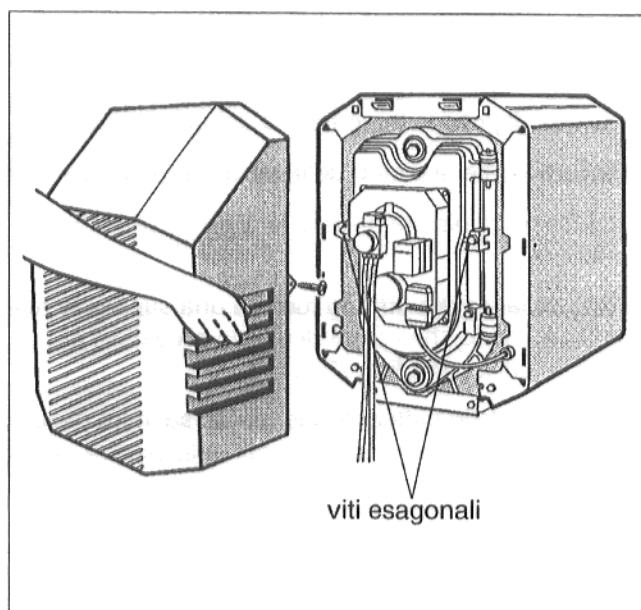

Fig. 30
- Svitare le viti esagonali (Fig. 30) a destra e a sinistra della porta del bruciatore. Aprire la porta del bruciatore.
- Chiudere la porta del bruciatore e stringere le due viti esagonali nella stessa misura (Fig. 30).